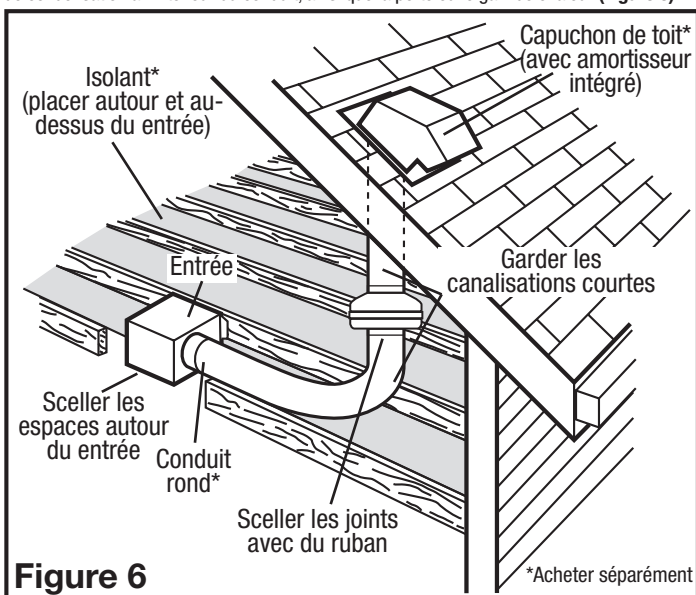

Figure 6
- Assurez-vous que les joints des conduits et les pénétrations extérieures sont scellés avec du mastic ou tout autre matériau similaire pour créer un passage d'air étanche afin de minimiser la perte ou le gain de chaleur et réduire le risque de condensation. Placez / enveloppez l'isolant autour du conduit et / ou ventilateur afin de minimiser la possibilité d'accumulation de condensation à l'intérieur du conduit, ainsi que la perte ou le gain de chaleur (Figure 6).